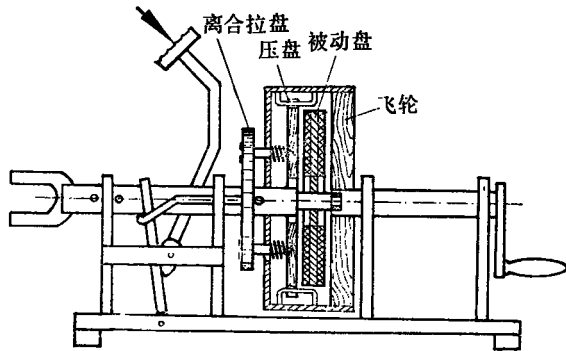

图8 离合器的分离演示
(4) 将分离拨杆装在离合拨叉的左侧,在一端装上脚踏板。
(5) 将带摩擦片的被动盘放进压盘与飞轮中间,从支架右端穿入离合器轴,使离合器轴上的铁丝轴伸进它的轴承里(见图8)。然后在右端竖支板的两侧,销住离合器轴,以防左右窜动。再将两个弹簧对称地放进压盘和离合器罩之间,整个模型就作成了。
2. 离合器的分离 当拖拉机需要减速、刹车或换挡的时候,都要踩下离合器踏板,使离合器分离,切断动力。演示时用手按下踏板,可以看到分离拨杆的凸轮拨动分离拨叉,通过分离拉杆和离合拉盘,拉动压盘,弹簧被压缩,使被动盘与飞轮、压盘分离。再用手摇动摇把,被动部分就不再跟着转了,从而切断了动力如图8所示。